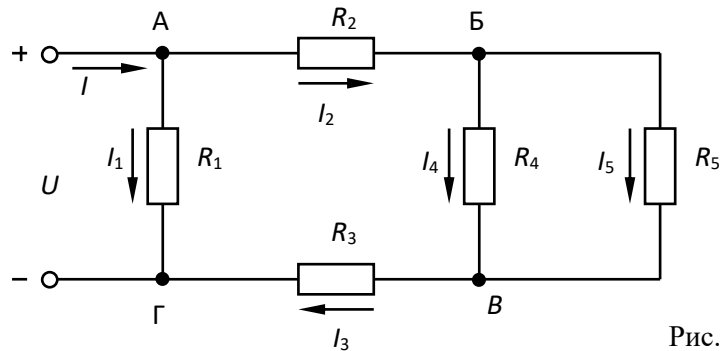

Рис. 1.4
Определить эквивалентное сопротивление цепи, схема которой представлена на рис. 1.4, если заданы значения сопротивлений резисторов:
7. Рассмотрим схему (рис. 1.4). Ток  $I_{2,3,4,5}$  протекает через сопротивления  $R_2$  и  $R_3$ , поэтому ток  $I_{2,3,4,5}$  равен току, протекающему через сопротивление  $R_2$ , равен току, протекающему через сопротивление  $R_{4,5}$  и равен току, протекающему через сопротивление  $R_3$
12. Выполним проверку, применив I закон Кирхгофа. Рассмотрим узел А (рис. 1.4):
Рассмотрим узел Б (рис.1.4):